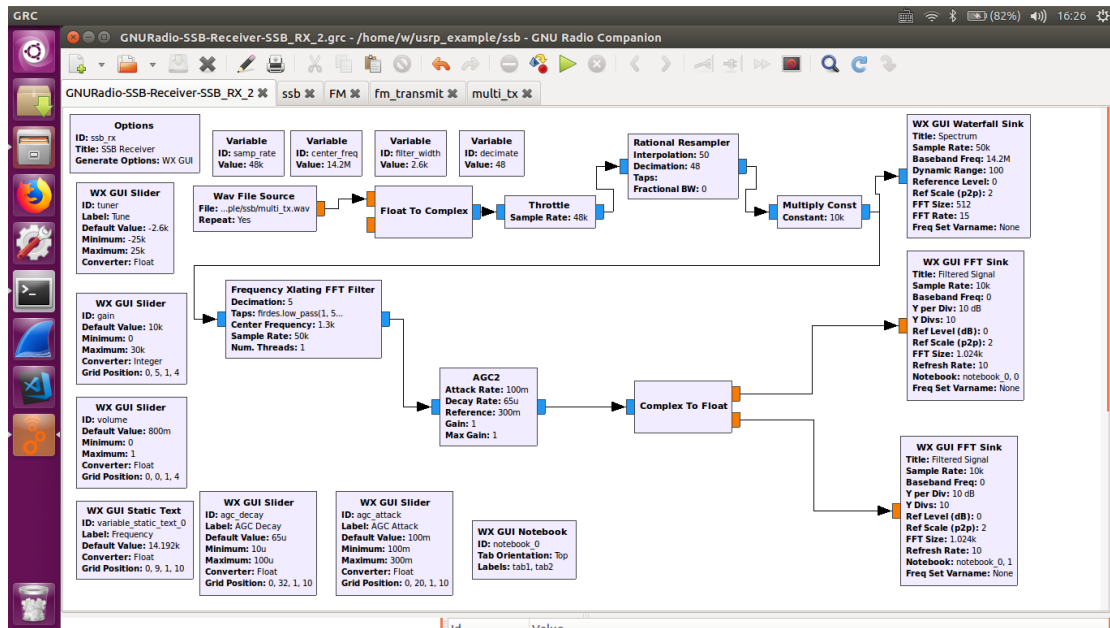

图 5
10.该信号是个复（解析）信号。为了解调 SSB 信号，我们需要分别处理其实部和虚部。数据转换模块输入复信号，然后分别输出其实部（上面）和虚部（下面）。把流程图改为图 5 所示，数据类型转换模块的输出都是实数，所以 FFT 的数据类型也需要改为 float 类型。